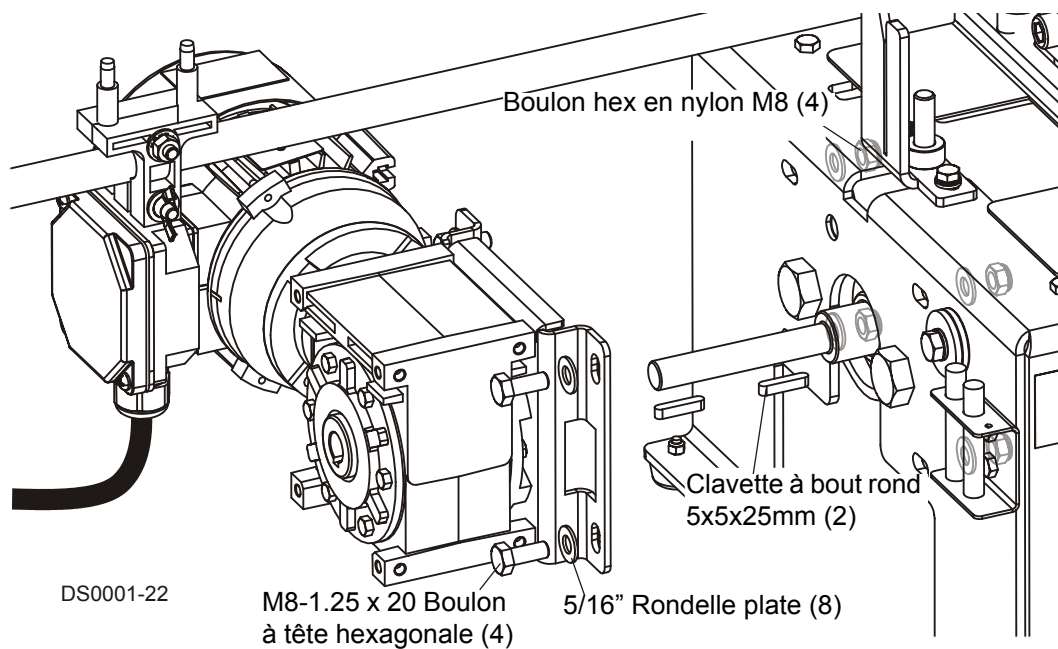

FIG. 3-5
**Voir Figure 3-5.** Installez deux clavettes à bout rond de 5 x 5 x 25mm sur l'arbre d'avance et glissez le moteur avec la plaque de montage sur l'arbre d'avance. Fixez le moteur sur la base de l'avoyeuse à l'aide de 8 rondelles plates M8, de quatre boulons à tête hexago-